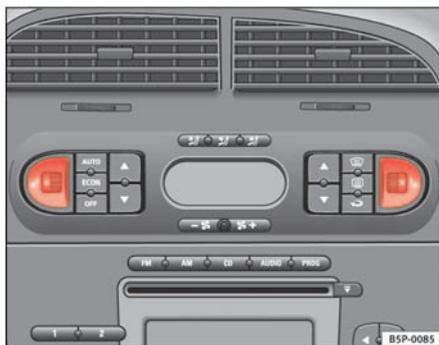

Fig. 95 Ruedecillas moleteadas de la calefacción de los asientos delanteros
- Gire la ruedecilla correspondiente ⇒ fig. 95 para encender la calefacción del asiento. En la posición **0** la calefacción del asiento está desconectada.